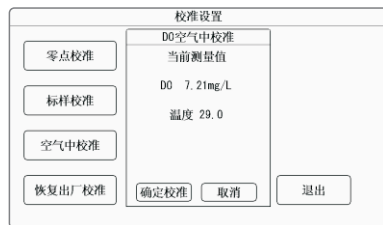

图2-36
- ◆ 空气中校准：传感器尽可能靠近水面（注意不能碰到水面），进入图2-36所示界面后，待读数稳定后，按【确定】键执行空气中校准；